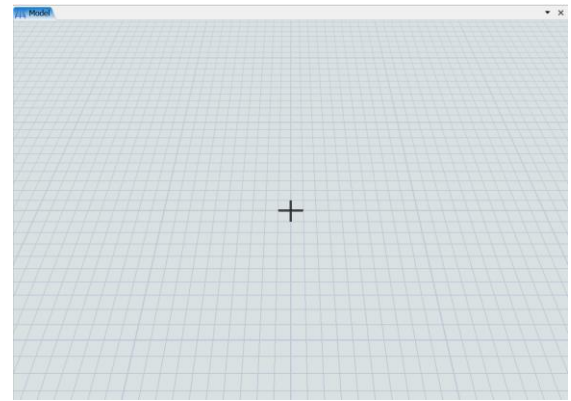

Fig. 3. Panel central
- 1) Panel Central (Modelo 3D): Es el área principal donde se construye y visualiza el modelo en tres dimensiones Fig. 3 . Aquí, los usuarios pueden arrastrar y soltar objetos desde la biblioteca para representar los distintos elementos del sistema, como estaciones de trabajo, transportadores y operadores. Durante la simulación, este panel muestra la animación del flujo de entidades a través del sistema, facilitando la identificación de cuellos de botella y otras ineficiencias.